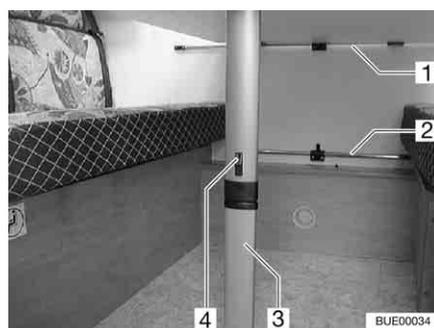

Bild 71 Hängetisch mit Knickfuß
- Die Arretierung (Bild 71,4) in Richtung Tischplatte schieben.
- Unteres Fußteil (Bild 71,3) um 90° umklappen.
- Den Hängetisch aus der oberen Einhängeschiene (Bild 71,1) aushängen.
- Den Hängetisch in die untere Einhängeschiene (Bild 71,2) einhängen und auf dem Tischfußgelenk abstellen.